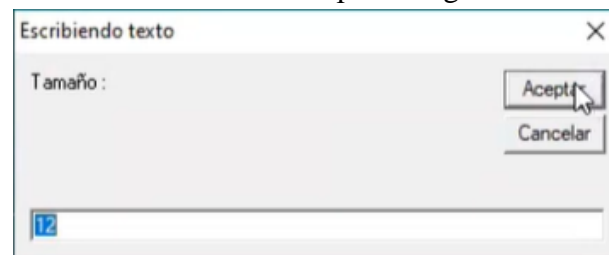

Figura 443. Tamaño del texto.
77. En la tercera ventana, presionar “Aceptar” para que aparezca una nueva ventana e introducir un tamaño de texto adecuado. Presionar “Aceptar”. Figura 443.